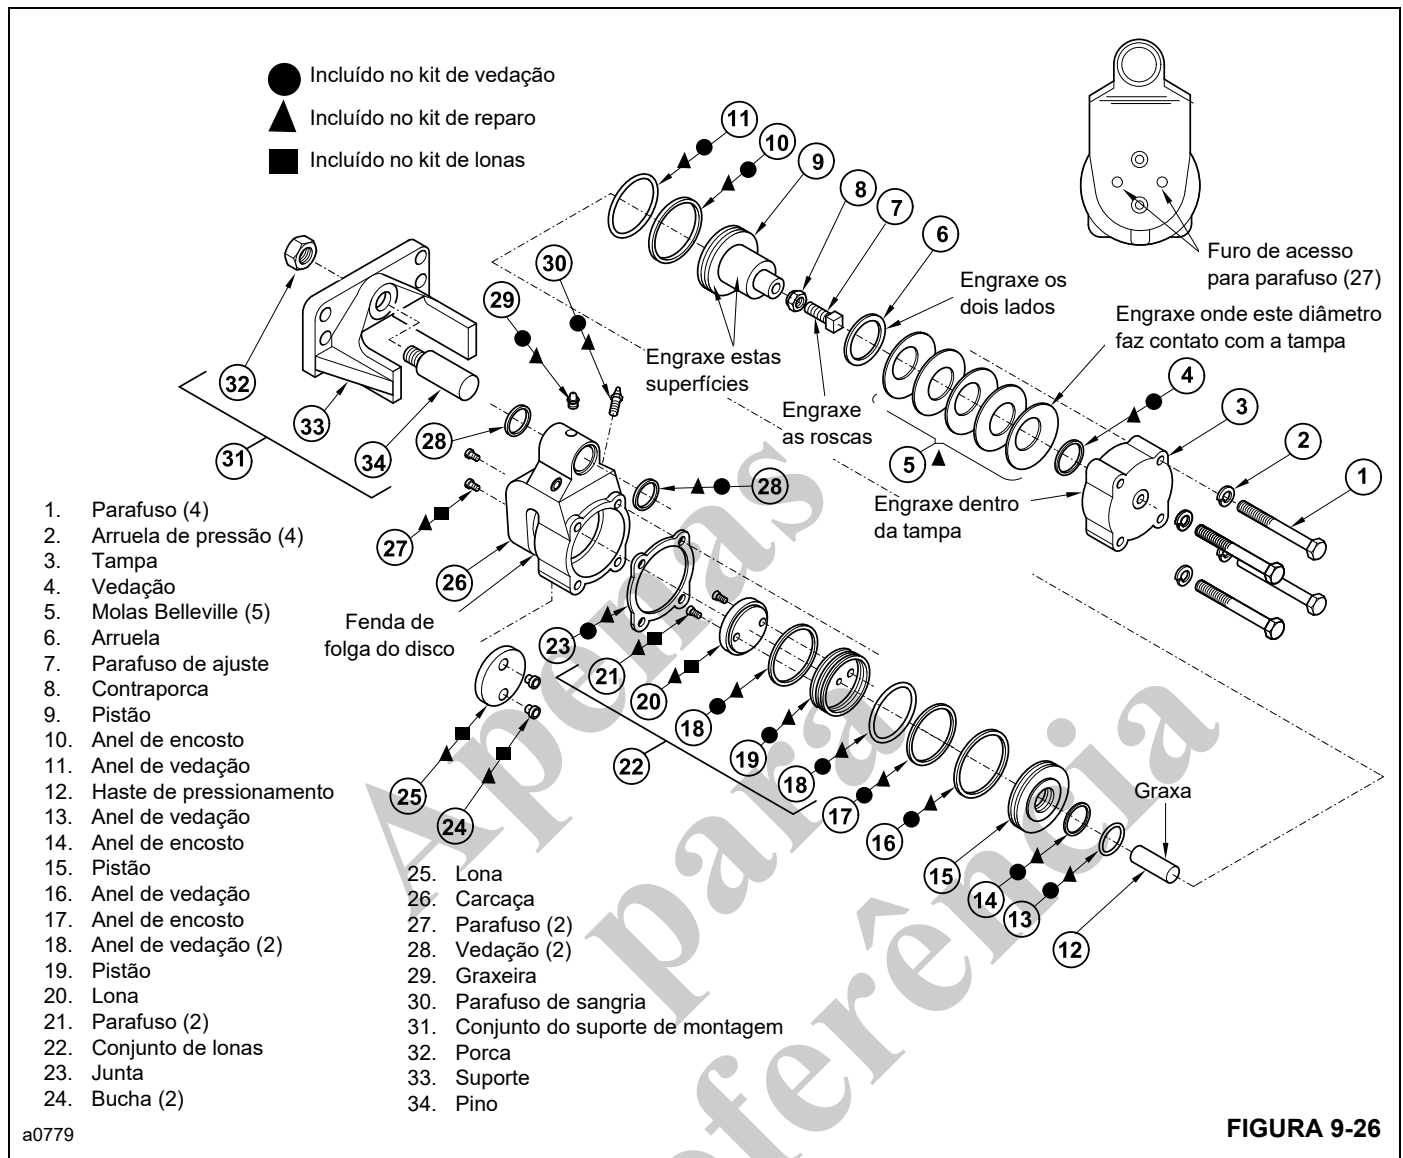

FIGURA 9-26
O kit de lonas é indicado na Figura 9-26 com um símbolo ■.
4. Solte a contraporca **8** (Figura 9-26) e recue o parafuso de ajuste **7**.
cionar o freio. Essas peças são indicadas na Figura 9-26
11. Remova os parafusos **1**, Figura 9-26, as arruelas de pressão **2**, a tampa **3** e a junta **23**. Com uma chave de fenda fina, remova a vedação **4** da tampa **3**.
**NOTA:** Revista as superfícies indicadas na Figura 9-26 com graxa de rolamento EP à base de lítio N° 2, ou equivalente.
19. Instale a nova lona de freio **25** (Figura 9-26) na carcaça **26** usando buchas **24** e parafusos de cabeça cilíndrica **27** novos. Aperte os parafusos com um torque de 2,5 a 3,3 Nm (22 a 28 lb-pol.).
Há um kit de vedação disponível para o freio de estacionamento. Ele inclui todas as peças necessárias para substituir todas as vedações do freio. Essas peças são indicadas na Figura 9-26 com um símbolo ●.
10. Remova os parafusos **1** (Figura 9-26), as arruelas de pressão **2**, a tampa **3** e a junta **23**. Com uma lâmina fina, remova a vedação **4** da tampa **3**.
**NOTA:** Revista as superfícies na Figura 9-26 com graxa de rolamento EP à base de lítio N° 2, ou equivalente.